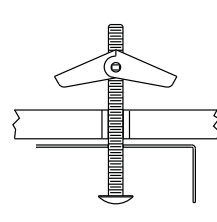

Figure 3
**If drill does not encounter ceiling joist**, enlarge hole in ceiling to accommodate toggle nut(s) and bolt(s) (not supplied). Pre-install the bolt(s) and nut(s) in Fixture Housing. Lift Housing over outlet box and pull supply wires into the Housing through the center hole. Insert toggle nut(s) in ceiling hole(s) and tighten toggle bolt(s). **See Fig. 3.**
**Si al perforar no se encuentra con una vigueta del techo**, agrande los orificios en el techo para colocar las tuercas y pernos acodados (no incluidos). Preinstale los pernos y las tuercas en la carcasa de instalación. Levante la carcasa sobre la caja de salida y pase los cables de suministro a la carcasa a través del orificio central. Inserte las tuercas acodadas en los orificios del techo y ajuste los pernos acodados. **Consulte la Fig. 3.**